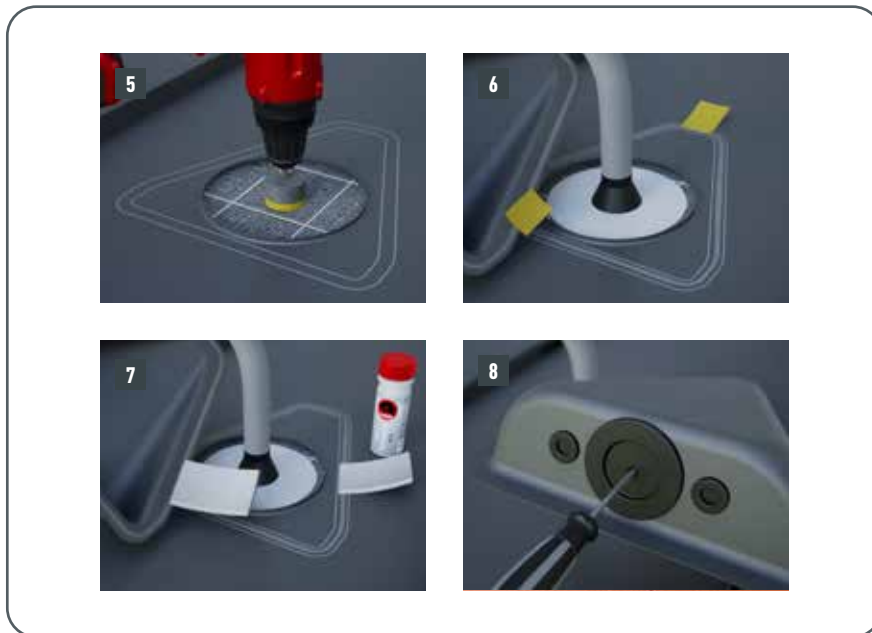

Figure 10 - Pose de la chatière pour panneaux solaires
- L'installation de la ligne équipotentielle doit être effectuée par surface de toit contiguë. (Fig. 10).
- Placer la chatière en appuyant dessus (Fig. 10)